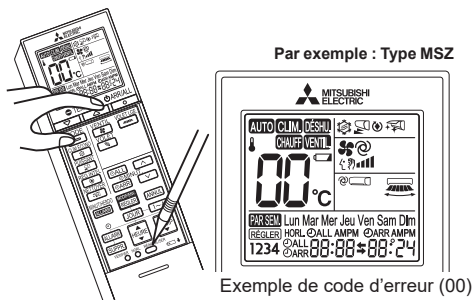

Figure 1
- ① Tout en appuyant simultanément sur la touche de sélection du mode de fonctionnement et sur la touche [TEMP] + de la télécommande, appuyez sur la touche RÉINITIALISER.
- ② Tout d'abord, relâchez la touche RÉINITIALISER. Maintenez les deux autres touches enfoncées pendant 3 secondes supplémentaires. Assurez-vous que les indicateurs de l'écran LCD illustré dans la figure de droite sont tous apparus. **(Figure 1)** Relâchez ensuite les touches.